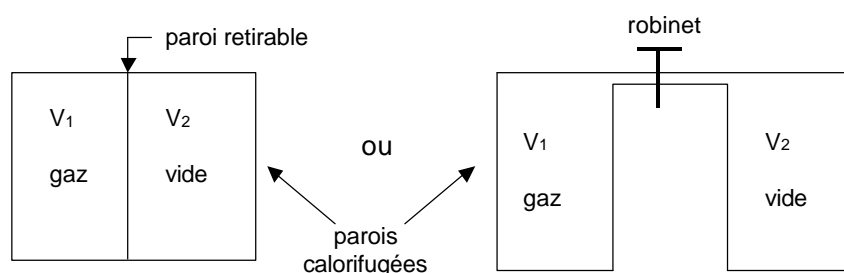

Fig.3.4. Représentation des deux configurations possibles dans l'expérience de Joule (états initiaux des compartiments)
Elle consiste à séparer une enceinte calorifugée en deux compartiments (1) de volume V_1 et (2) de volume V_2 soit par une paroi amovible, soit par un robinet (voir figure 3.4). Le compartiment (1) est rempli de gaz à la pression P_i alors que le compartiment (2) est initialement vide. La séparation entre les deux compartiments est ensuite enlevée (ou le robinet ouvert) : la diffusion du gaz s'effectue dans tout le volume ($V_1 + V_2$) jusqu'à l'équilibre.